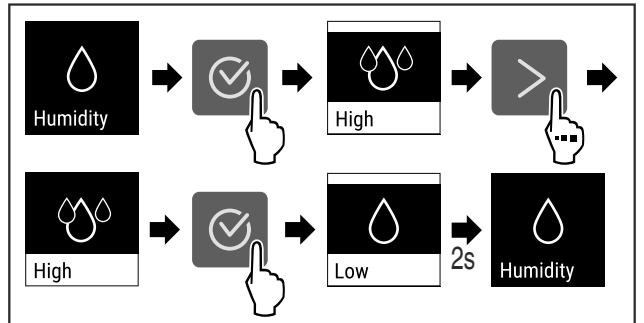

Fig. 95
- Vykonajte kroky akcie (pozri Fig. 95).